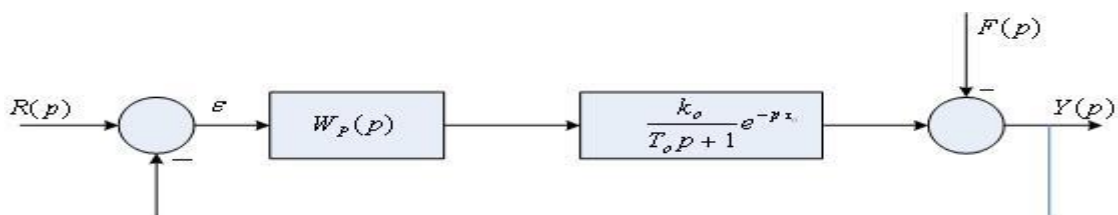

Рис. 3. Структурная схема САУ
4. Настройте параметры ПИД – регулятора по методу СНР системы, состоящей из функционально необходимых элементов. Структурная схема системы приведена на рис. 3, исходные данные для первого варианта – в табл. 5.
4. Настройте параметры ПИД – регулятора по методу СНР системы, состоящей из функционально необходимых элементов. Структурная схема системы приведена на рис. 3, исходные данные для второго варианта – в табл. 5.